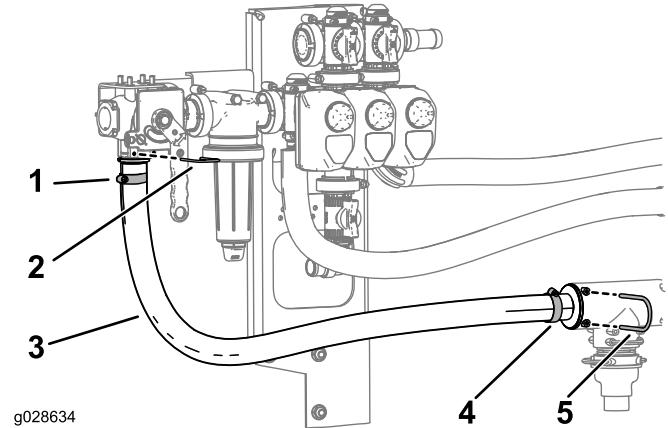

Figura 20
5. Dirigete e fissate il gruppo del flessibile di pressione come illustrato nella Figura 20.